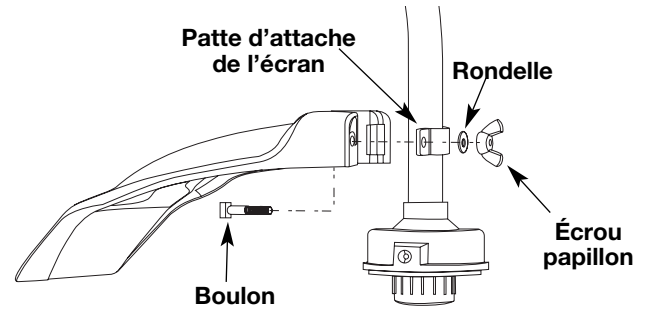

Fig. 3
2. De l'intérieur de l'écran de l'accessoire de coupe, poussez le boulon carré dans le trou jusqu'à ce que l'extrémité filetée dépasse de la patte d'attache de l'écran (Fig. 3).